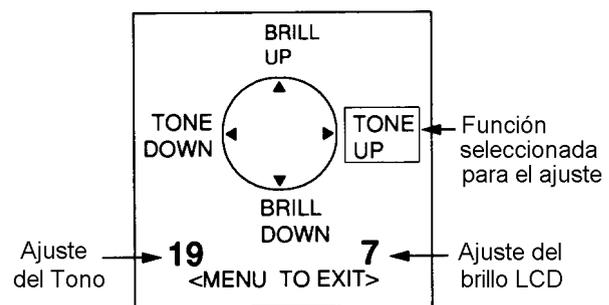

Figura 2-3 Pantalla para el ajuste del brillo y contraste
1. Pulsar la tecla [BRILL] (o la [TONE]). Aparece la pantalla de la Figura 2-3.